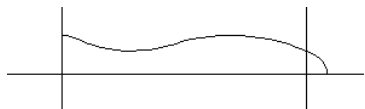
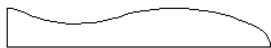

图 10-47 修剪图形
图 10-48 手柄把截面
⑦单击“修改”工具栏中的“修剪”按钮，对所绘制的图形进行修剪，修剪结果如图10-47所示。
⑧单击“修改”工具栏中的“删除”按钮，删除辅助线。单击“绘图”工具栏中的“直线”按钮，绘制直线。
⑨单击“绘图”工具栏中的“面域”按钮，选择全部图形创建面域，结果如图10-48所示。